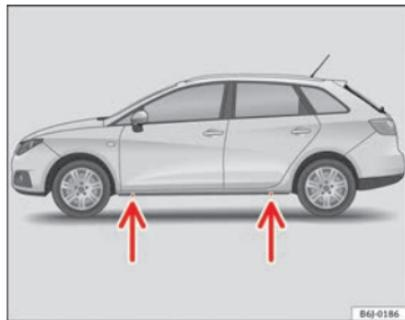

Fig. 146 Puntos de apoyo del gato
- Busque en el larguero inferior del vehículo el punto de apoyo mas cercano a la rueda pinchada ⇒ fig. 146.
En el larguero inferior van marcados los lugares en los que se puede apoyar el gato ⇒ fig. 146. Se ha previsto un lugar para cada rueda. El gato no debe colocarse en otros lugares.